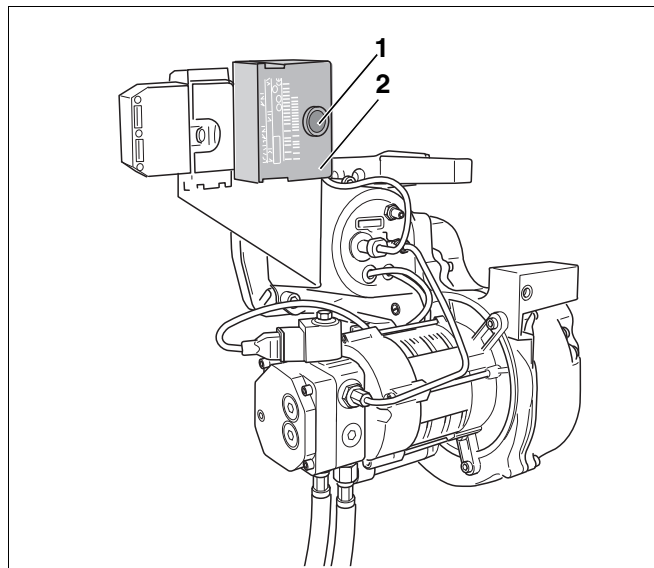

Рис. 13 Кнопка подавления помех и сигнальная лампа
- Выпустите воздух из системы с помощью встроенного топливного насоса без повторного нажатия кнопки подавления помех (Рис. 13, поз. 1).
- Нажать кнопку подавления помех (Рис. 13, поз. 1), горелка переходит в стартовый или рабочий режим.
- Нажмите кнопку подавления помех (Рис. 13, поз. 1, стр. 19).